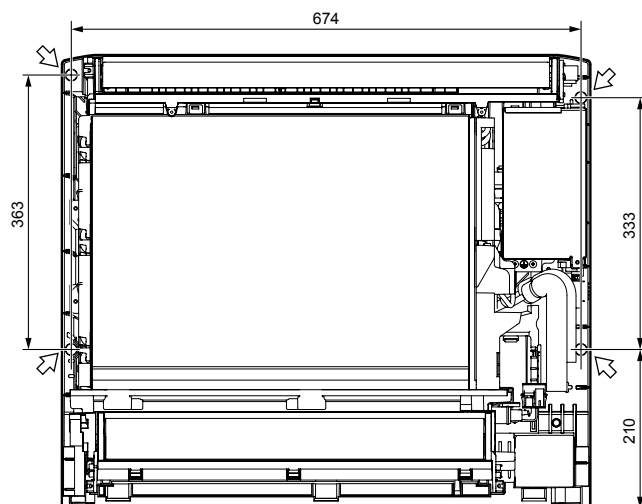

Fig. 3-5
3.3. Installatie van het binnenapparaat (Fig. 3-5)